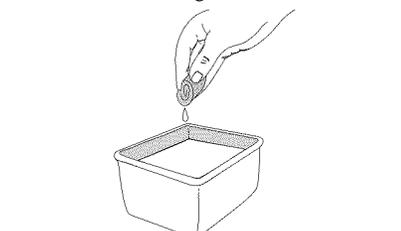

Fig. 14
- Lave el filtro con agua y detergente (Fig. 14). Enjuague bien el filtro. Escorra el exceso de agua. Déjelo secar por completo.